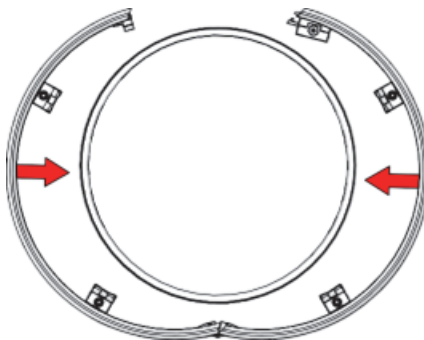

Figura 1-20 Instalación de la banda circunferencial
2. Circunde la tubería con la banda (ver Figura 1-20 en la página 40).